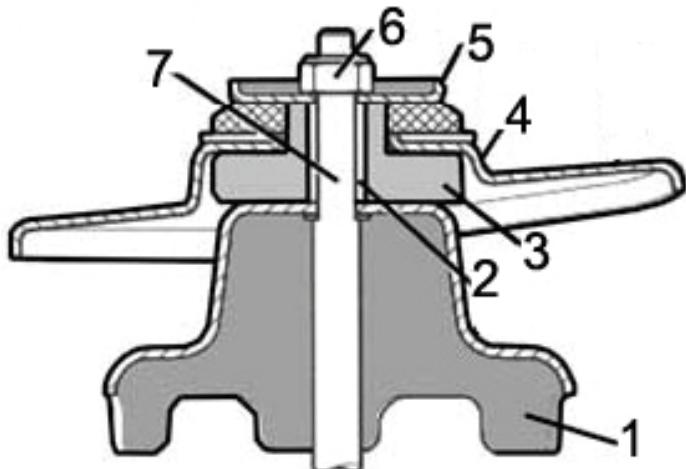

Fig. 10:
- **Fig. 10** Anbauteile (1 – 6) abnehmen.
- **Fig. 10** Remove add-on parts (1 – 6).
- **Fig. 10** Enlever les composants (1 - 6).
- **Fig. 10** Retirar las piezas adicionales (1 – 6).